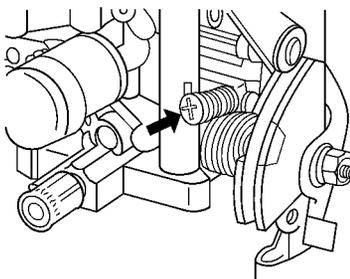

图 5-34 KEIHIN 型化油器
(1) KEIHIN 型化油器怠速的调整 在发动机温度达到 60 以上,阻风门开足,远光灯打开,其他电器都关掉,拔掉气缸盖上曲轴箱排气软管与空气滤清器连接端,关掉空调系统,点火正时调整装置正常。观察转速表显示数值,应保持发动机转速为 $(800 \pm 50)r/min$,此时散热器的风扇不得工作,如图 5-34 所示。